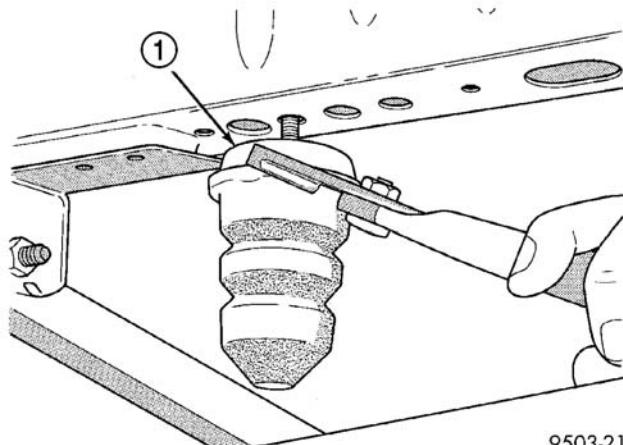

图 20 缓冲块
(15) 将轮速传感器安装到轮毂 / 轴承和接头上。安装轮速传感器连接螺栓 (图 20)，并紧固至 $12 \text{ N}\cdot\text{m}$ (105 in.lbs.) 扭矩。
(16) 安装车轮和轮胎。(参见 22—轮胎 / 车轮—安装)
(17) 按照正确顺序拧紧车轮螺母，直至所有螺母的扭矩都达到规定扭矩的一半。然后重复紧固顺序，使所有螺母都达到 $135 \text{ N}\cdot\text{m}$ (100 ft.lbs.) 的满规定扭矩。
- (1) 使用鲤鱼钳夹住缓冲块底部。逆时针方向旋转底部 (图 20)。
- (2) 将缓冲块从车架纵梁上拆下来。